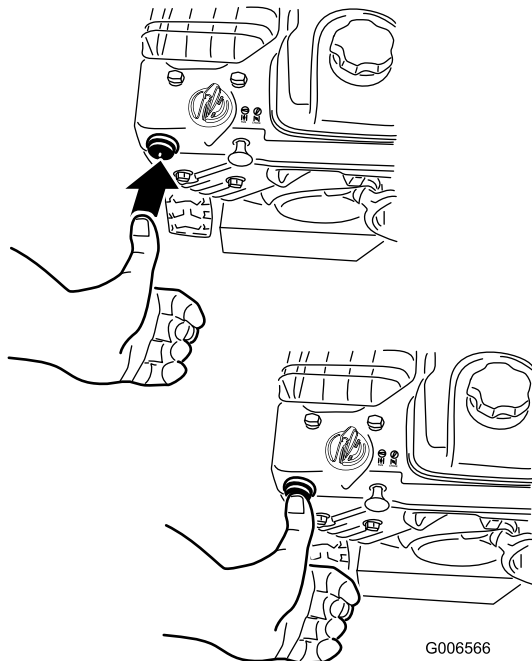

Bild 29
4. Drücken Sie die Kaltstarthilfe zweimal kräftig mit dem Daumen (-9°C oder höher) oder vier Mal (unter -9°C) und lassen Sie die Kaltstarthilfe jedesmal nach einer Sekunde los (Bild 29).